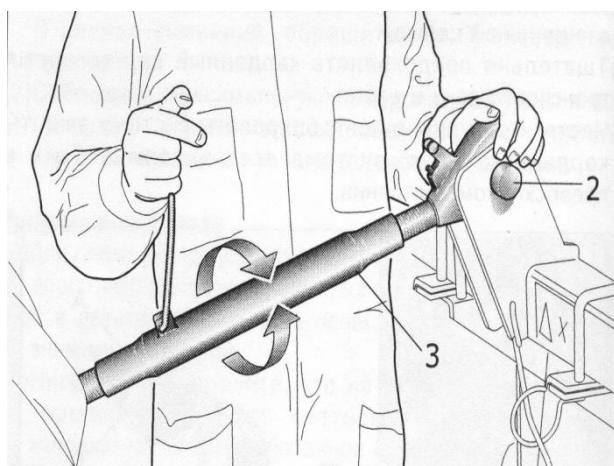
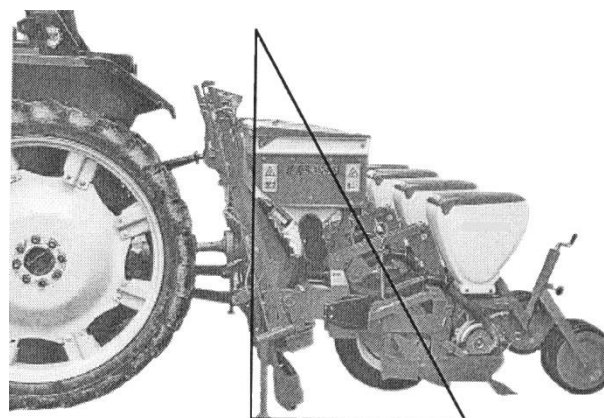

Рис. 6.
Рис. 7.
3. Соедините центральный винт (поз. 3 Рис. 6) с третьей верхней точкой сцепки сеялки. Заблокируйте ось 2 (Рис. 6) быстросъемным фиксатором.
Внимание. Установите сеялку на ровную твердую площадку. При помощи центрального винта 3 (Рис. 6) отрегулируйте перпендикулярность сеялки (Рис. 7). При не соблюдении данного условия будет нарушаться глубина заделки семян и удобрений, а так же возможен ускоренный износ и выход из строя некоторых узлов и деталей сеялки.
При установке необходимо контролировать, чтобы фиксатор шлицевого соединения на кардане совпал с пазом на ВОМ и на валу сеялки. После установки карданного вала необходимо убедиться в том, что его защитный кожух вращается свободно. После чего зафиксируйте его, перекинув через центральный винт (поз. 3 Рис. 6) цепь кожуха.